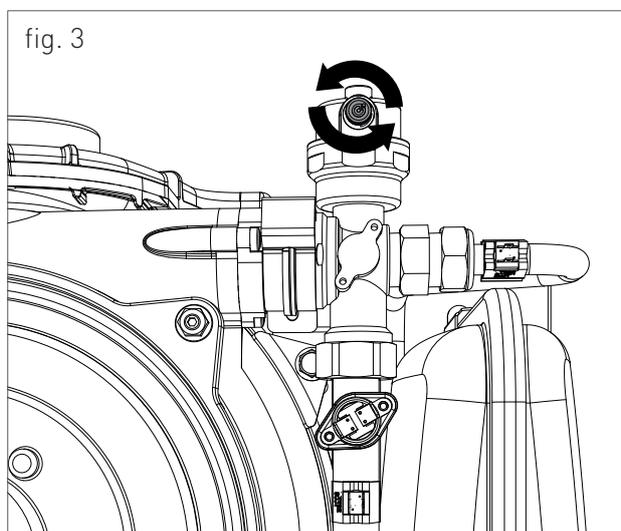

fig. 3
2. allentare leggermente il tappo della valvola jolly posizionata in alto al blocco a condensazione (fig. 3) per permettere all'aria di fuoriuscire dal punto più alto dell'impianto;
ALLA FUORIUSCITA DI ACQUA CHIUDERE LE VALVOLE DI SFOGO ARIA DEI RADIATORI E LA VALVOLA JOLLY POSIZIONATA IN ALTO AL BLOCCO A CONDENSAZIONE (FIG. 3).